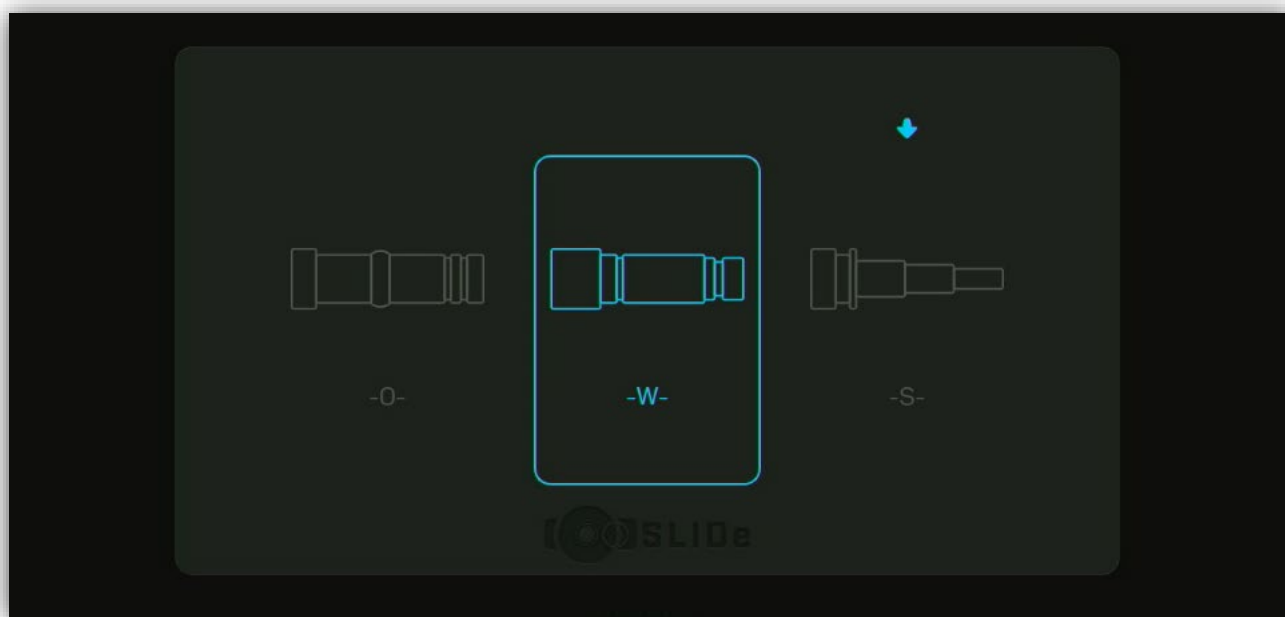

Figura 7 - Menú de selección del cable de luz
- Seleccione la configuración estándar del cable de luz y valide, llegará a la siguiente pantalla (ver Figura 7).
- Olympus (O),
- Lobo (W),
- Storz (S).